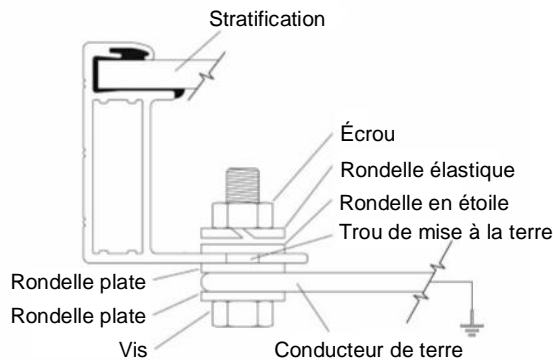
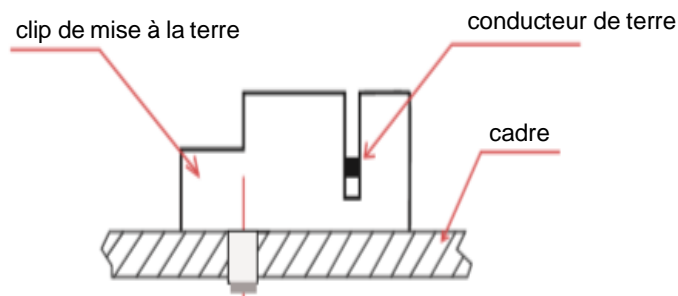

figure 1
figure 2
- Utilisez un boulon et des rondelles M4 pour relier le fil de terre et le cadre en aluminium à travers les trous de mise à la terre (comme indiqué sur la figure 1). Le couple de serrage est de 3-7 Nm. Tous les écrous et rondelles doivent être en inox.
- Comme le montre la **figure 2**, la bride de mise à la terre se compose d'un coulisseau, d'une base et d'une vis captive auto foreuse ou d'une vis 8-32 et d'un écrou hexagonal. La bride de mise à la terre accepte les fils de cuivre solides non isolés de calibre 10 ou 12 AWG.
<p style="text-align: center;">Figure 1 E-A</p>	 <p style="text-align: center;">Figure 2 E-B</p>